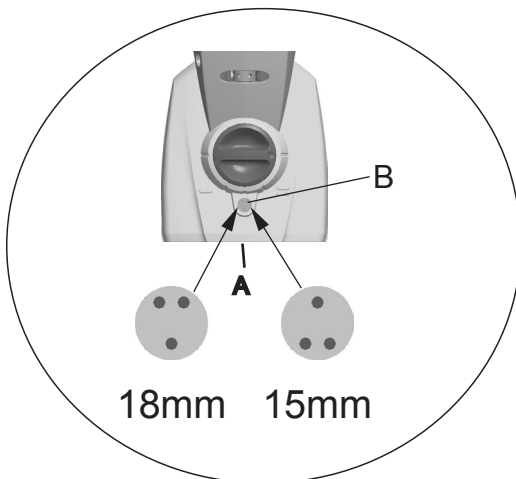

Fig. 4
- Mit Innensechskantschlüssel (2,5 mm) Schraube (A) einige Umdrehungen lösen.
- Mit einem Schraubenzieher, Einstellschraube (B) auf 15 oder 18 mm Schenkellänge einstellen, siehe Fig. 4. Schraube (A) festziehen.